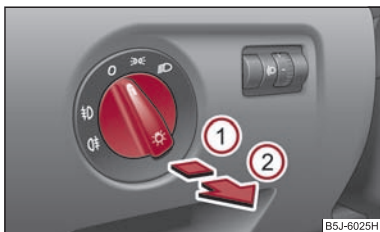

Abb. 36 Schalttafel: Lichtschalter
- Drehen Sie zunächst den Lichtschalter in die Position ⊞ oder ⊞ ⇒ Abb. 36.